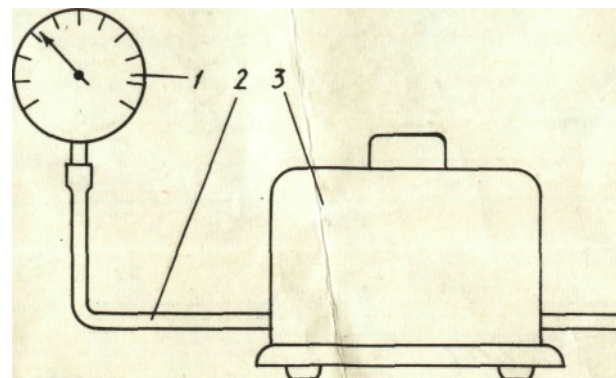

Рис.5. Схема проверки развиваемого компрессором давления:
- отрегулируйте длину тяги на развиваемое компрессором давление не ниже $1,75 \text{ кгс/см}^2$ и производительность при давлении $0,75 \text{ кгс/см}^2$ не менее 12 мл/мин (рис.5,6). Законтрите гайками;